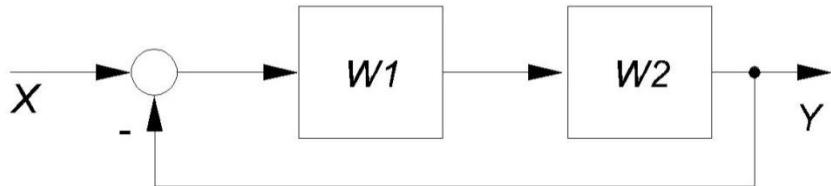

Рис. 7.1. Структурная схема динамической системы
7. В созданном M-файле составить математическое описание системы, изображенной на рис. 7.1. Математическое описание выполняется аналогично лабораторной работе №6.